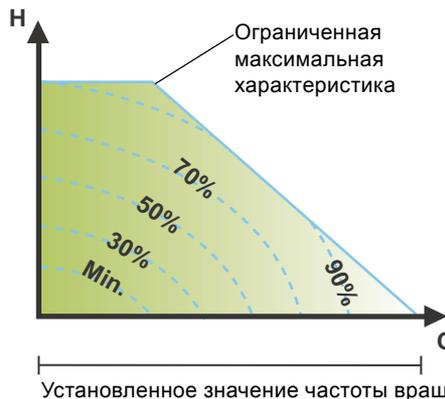

Рис. 42 Ограничения по мощности и давлению, влияющие на максимальную характеристику
**Если частота вращения насоса установлена в диапазоне между минимальным и максимальным значениями, мощность и давление ограничены, когда насос работает по макс. характеристике. Это означает, что максимальную производительность можно достичь при частоте вращения менее 100%. См. рис. 42.**